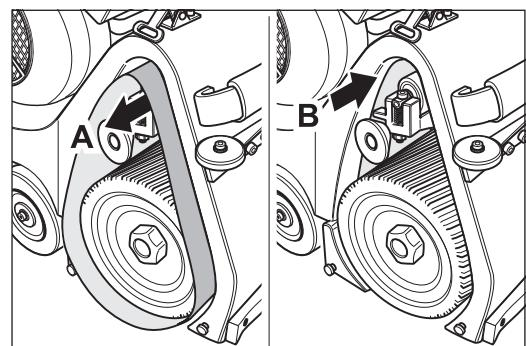

Abb. 41 Verläuft das Schleifband in Richtung **A** oder **B**, muss der Schleifbandlauf eingestellt werden.
- 5 Wenn das Schleifband entweder nach vorne (Richtung **A** in Abb. 41) oder nach hinten (Richtung **B** in Abb. 41) verläuft, muss der Schleifbandlauf eingestellt werden (→ *Abschnitt 7.3.2, Einstellung des Schleifbandlaufs*). Wenn das Schleifband nicht auf der Spannwalze verläuft, bringen Sie das Abdeckblech wieder an.
Verläuft das Schleifband (Richtung **A** oder **B** in Abb. 41), muss es umgedreht werden und ein nochmaliger Testlauf erfolgen.
Läuft das Schleifband nach vorne (Richtung **A** in Abb. 41) und nach dem Umdrehen nach hinten (Richtung **B** in Abb. 41) oder umgekehrt, ist das Schleifband von schlechter Qualität und kann nicht verwendet werden (die Hülse ist konisch)!